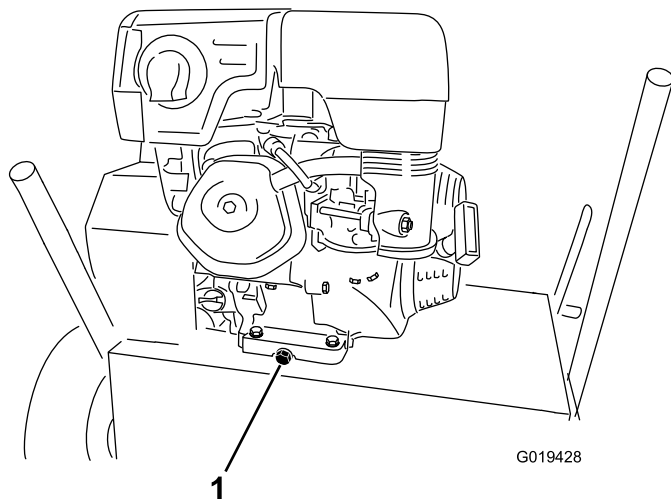

Рисунок 15
4. Снимите сливную пробку (Рисунок 15).